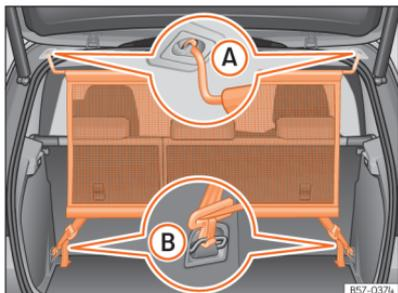

Abb. 171 Netztrennwand eingebaut.
- Netztrennwand in der linken Aufnahme am Dach »» [Abb. 171] A einhängen. Darauf achten, dass die Querstange über die obere Position hinaus nach unten gezogen wird.
- Netztrennwand in der rechten Aufnahme am Dach durch Zusammendrücken der Querstange »» [Abb. 171] A einhängen.
- Beide Haltehaken der Netztrennwand in die vorderen Verzurrösen im Gepäckraum »» [Abb. 171] B einhängen und die Gurte festspannen.